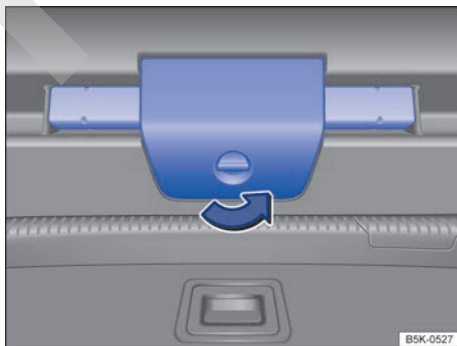

Fig. 73 En el portón del maletero: abrir el soporte del triángulo de preseñalización. ▶
- Gire el cierre del soporte del triángulo de preseñalización 90° en el sentido contrario al de las agujas del reloj → fig. 73 (flecha).